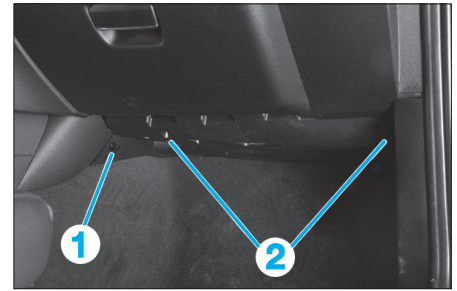

Fig. 38
- Déposer les fixations (1) et (2) (Fig.38).